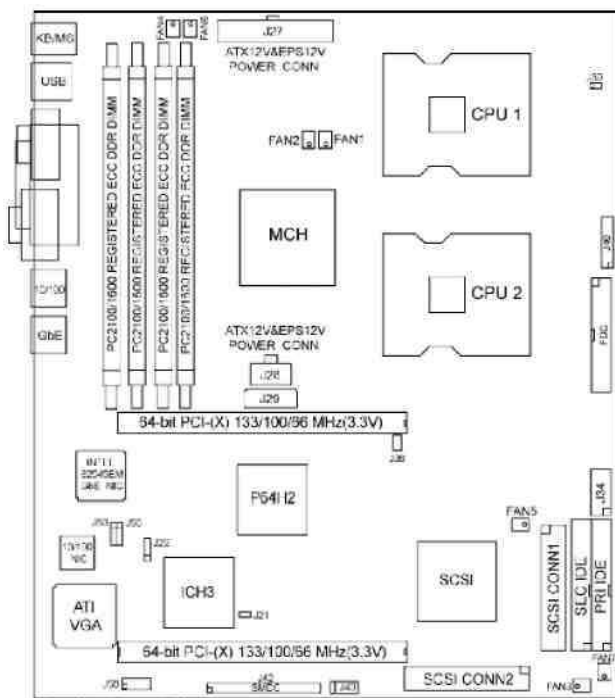

Рис. 1.5 – МП формату micro-ATX з рознімачем LGA-775
16. *Інтегрований відеоконтролер* може бути вбудований у чипсет або виконаний у виді окремої мікросхеми (див. рис. 1.5). Основним рознімачем для підключення монітора є рознімач VGA. Цей рознімач типу DB-15S, або D-Sub, має 15 контактів, розташованих у три ряди. Деякі МП з інтегрованим відеоконтролером оснащені двома рознімачами VGA з метою одночасного підключення двох моніторів до одного комп'ютера. У деяких випадках виходом інтегрованого відеоконтролера може бути рознімач DVI для підключення LCD монітора. Відзначимо також, що деякі МП з інтегрованим відеоконтролером можуть бути оснащені мікросхемами відеопам'яті (але, як правило, в якості відеопам'яті використовується частина оперативної пам'яті комп'ютера відповідно до технології UMA - Unified Memory Area).